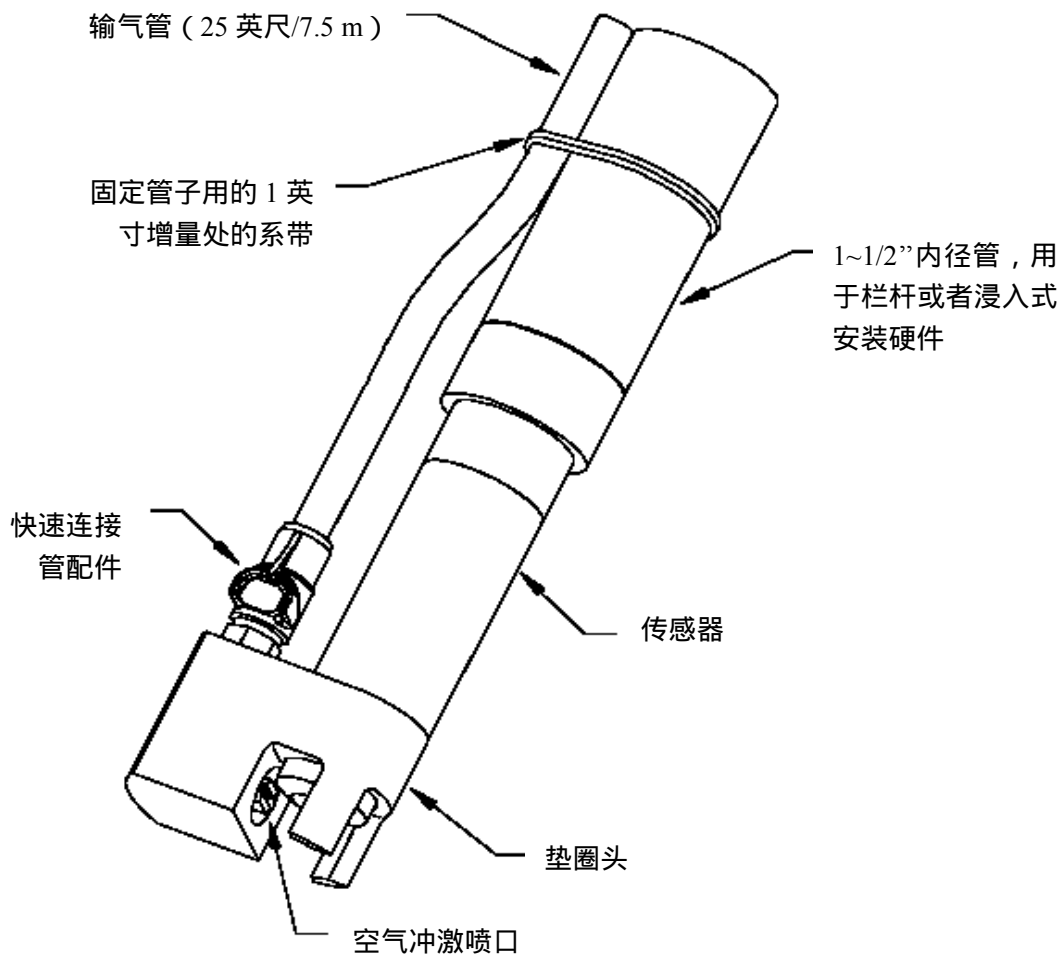
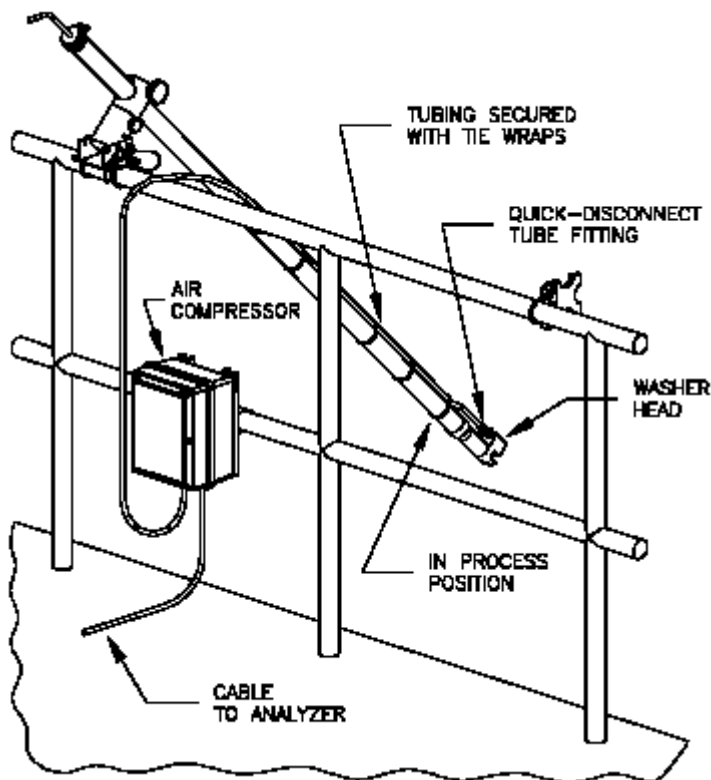

图 2-6 可选的垫圈头组件安装细节
图 2-7 空气压缩机位置示意图
| 图 2-6  | 可选的清洗头组件安装详图            | 9  |
您可能有一个可选的 GLI 垫片头组件(图 2-6)或者是自带的包括空气压缩机在内的空气冲击清洗系统(图 2-7)。要安装垫片组组件,参阅第 4.1 子小节;关于空气压缩机的安装详情参见第 4.2 节,包括 GLI D63、D53 或 D33 分析仪的接线指导。
1. 将空气压缩机放在靠近安装的传感器的地方 ( 图 2-7 )。